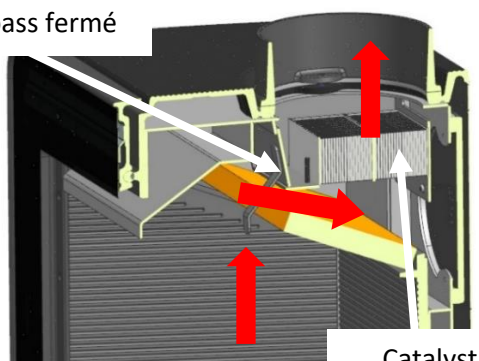

Fig. 21
5. Lorsque le feu est stabilisé, positionnez le levier de combustion sur la position de fonctionnement avec bois (point «A»), ensuite réglez le bouton de combustion sur la position souhaitée manuellement ou en utilisant la télécommande, en appuyant sur les touches «OFF/LO» ou «ON/HI». Fermez le by-pass du système TruHybrid pour que tous les gaz passent au travers du catalyseur (Fig. 21) et obtenir ainsi l'efficacité maximale du poêle. **Protégez vos mains pour cette manipulation.** De plus, s'il possède la régulation de tirage, vous pouvez réguler la combustion en actionnant le bouton.